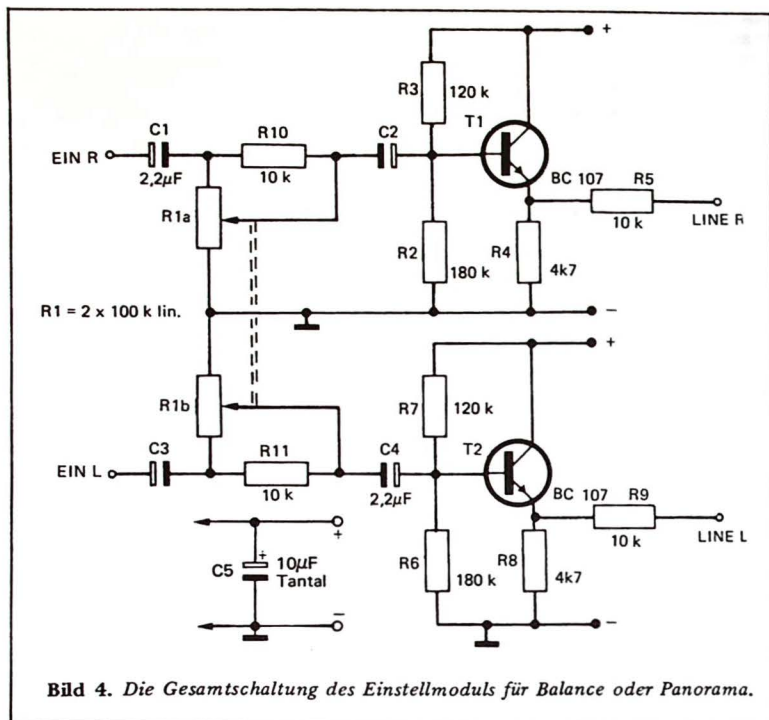
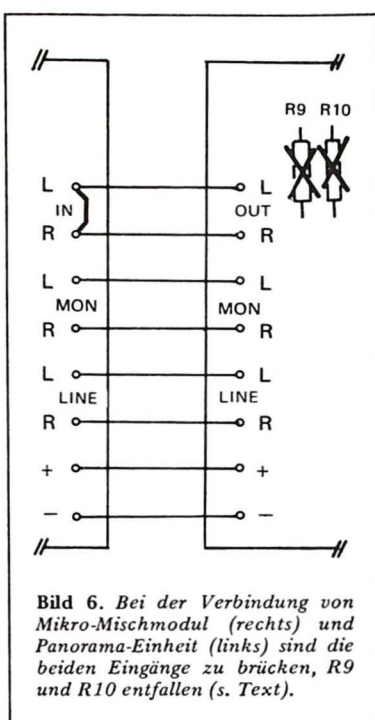

Bild 4. Die Gesamtschaltung des Einstellmoduls für Balance oder Panorama.
Bild 6. Bei der Verbindung von Mikro-Mischmodul (rechts) und Panorama-Einheit (links) sind die beiden Eingänge zu brücken, R9 und R10 entfallen (s. Text).
Die Ausgangsimpedanz ist niedrig, man erhält sie überschlägig, indem man den Emittterwiderstand durch den Verstärkungsfaktor des Transistors teilt. Schaltet man die gezeigte Stufe hinter die Potentiometerschaltung aus Bild 2, dann steht das Balance-Modul, es sind nur noch kleine Erweiterungen vorzunehmen, die Bild 4 zeigt.
Bild 6 zeigt, wie das Panorama-Modul mit der vorgeschalteten Mikrofoneinheit verbunden wird. Das Mikrofonsignal (wenn es tatsächlich mono ist) erscheint nur am R-Ausgang der rechts angegebenen Einheit. An dieser Stelle sei auf einen Fehler im Beitrag „Das n-Kanal-Mischpult in Modultechnik“ hingewiesen, der in Heft 5/79, in Bild 4, Seite 26 passiert ist; der obere Signalweg ist nicht, wie angegeben, der linke, sondern der rechte. Wird die Mischeinheit für ein Monomikrofon bestückt, so ist dies laut Stückliste der obere, rechte Signalweg, der untere ist der des linken Kanals. Damit das Signal vom R-Ausgang der Mikro-Einheit auf beide Signaleingänge des Panorama-Moduls gelangt, ist an den Eingangsspins eine Kurzschlußbrücke anzubringen, wie in Bild 6 eingezeichnet. Das an den Emitttern erscheinende Signal muß, unabhängig von der „Verteilung“ auf die beiden Kanäle, den Signalen der anderen Mischmodule zuge-
mischt werden können, deshalb werden beide Signale von den Emittoren über die üblichen Mischwiderstände (R5, R9 in Bild 4) auf die LINE-Ausgänge geführt. Bezüglich der Anschlußbelegung dieses Moduls tritt jedoch eine Besonderheit auf. Bei den Mischmodulen befinden sich in der Höhe, bei der bei den anderen Modulen der HiFi-Serie die Ein- und Ausgänge liegen, die LINE-Anschlüsse, denn über sie werden die eigentlichen Verbindungen im Mischsystem hergestellt. Somit sind die Ein- und Ausgänge der Module an anderer Stelle zu finden, sie liegen oben, noch oberhalb der Monitor-Anschlüsse.
In Bild 6 wird (bitte nur in Gedanken) der Versuch unternommen, mit einer sekundären Trafowicklung und zwei Brückengleichrichtern zwei zweiweggleichgerichtete Spannungen zu erzeugen. Verfolgt man die fett gezeichnete Linie, so ist zu sehen, daß bei der positiven Halbwelle am unteren Wicklungsende A die gesamte Wicklung über die Diodenstrecken D4 und D5 kurzgeschlossen ist. Bei
**Bild 6. Falsch!** Die Darstellung ist kein Schaltungsvorschlag, sondern soll zeigen, warum Zweiweggleichrichtung für zwei Spannungen aus nur einer Wicklung nicht geht.